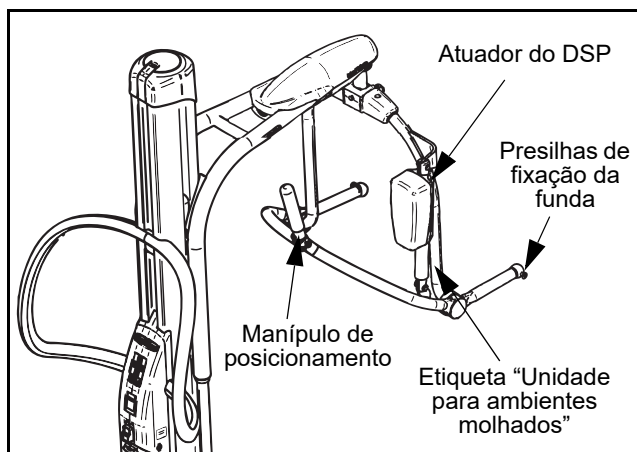

Fig. 36
Se o seu elevador tiver sido fornecido com uma barra de suporte DPS acionada eletricamente (consulte a Fig. 36), a utilização deste tipo de barra de suporte — incluindo o posicionamento da funda com pacientes, ligação da funda à barra de suporte e manipulação do paciente — é idêntica à da barra de suporte DPS manual, descrita anteriormente nestas instruções.
**AVISO:** Antes de utilizar o seu elevador equipado com a barra de suporte DPS acionada eletricamente, familiarize-se com os diversos componentes, como mostrado na Fig. 36. Leia e compreenda a fundo estas instruções de operação para evitar erros que possam resultar em ferimentos.